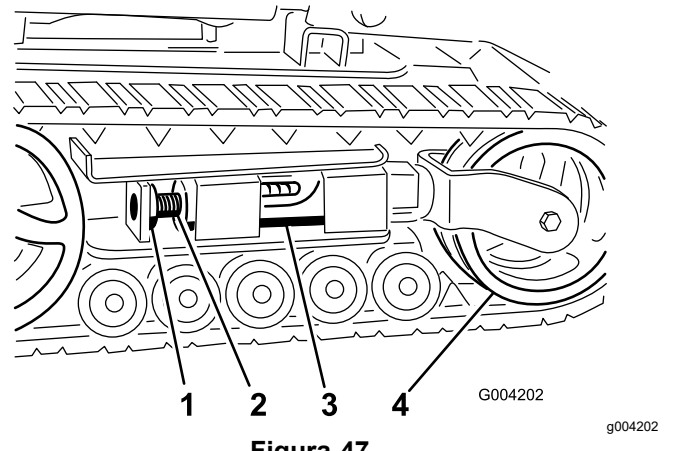
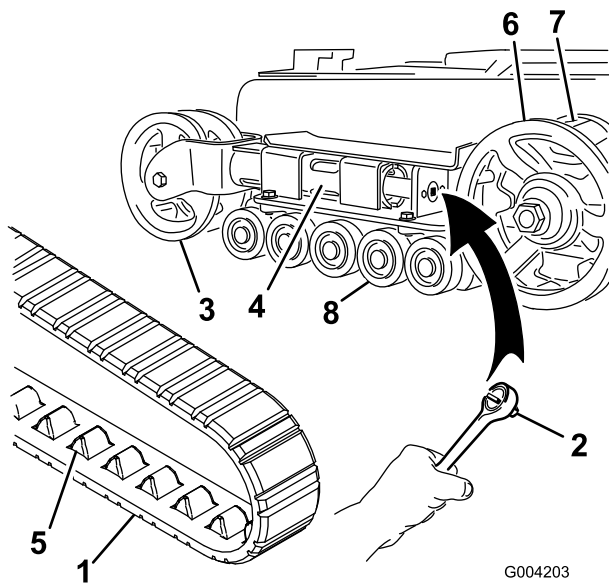
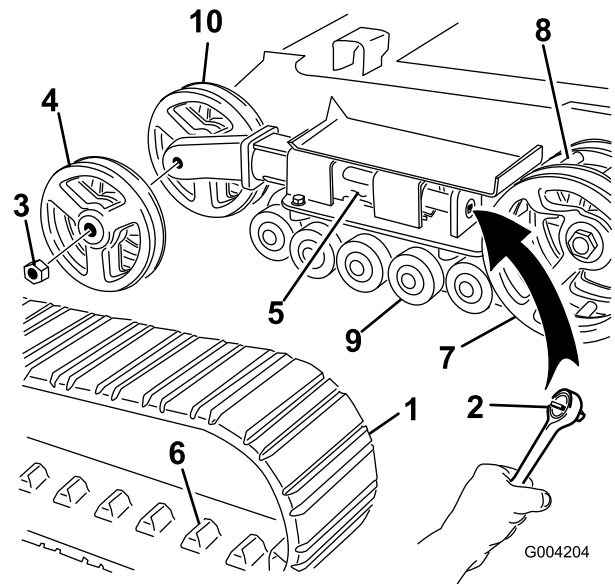

Figura 47
Figura 48
Figura 49
4. Retire el perno de bloqueo y la tuerca (Figura 47).
6. Alinee la muesca más próxima del tornillo tensor con el taladro del perno de bloqueo, y fije el tornillo con el perno de bloqueo y la tuerca (Figura 47).
Nota: Tiene orugas estrechas si las ruedas de tensión delanteras están montadas dentro de una horquilla en el extremo del tubo de tensión (Figura 48).
5. Usando una llave de carraca de ½", alivie la tensión en la oruga girando el tornillo tensor en sentido horario (Figura 47 y Figura 48).
- Empuje la rueda tensora hacia la parte de atrás de la unidad de tracción para mover el tubo tensor contra el bastidor (Figura 48).
- Cuando haya retirado la oruga de la rueda tensora, retírela del piñón de arrastre y de las ruedas de rodaje (Figura 48).
- Empezando en la rueda motriz, pase la oruga nueva alrededor de dicha rueda, asegurándose de que los salientes de la oruga encajen entre los dientes del piñón (Figura 48).
- Empuje la oruga por debajo de y entre las ruedas de rodaje (Figura 48).
Nota: Tiene orugas estrechas si las ruedas de tensión delanteras están montadas en los laterales del extremo del tubo de tensión (Figura 49).
- Retire el perno de bloqueo y la tuerca (Figura 47).
- Usando una llave de carraca de 1/2", alivie la tensión en la oruga girando el tornillo tensor en sentido horario (Figura 47 y Figura 49).
- Empuje la rueda tensora hacia la parte de atrás de la unidad de tracción para mover el tubo tensor contra el bastidor (Figura 49).
7. Retire la tuerca que fija la rueda tensora exterior y retire la rueda (Figura 49).
8. Retire la oruga (Figura 49).
9. Retire la tuerca que fija la rueda tensora interior y retire la rueda (Figura 49).
13. Instale la rueda tensora interior y fíjela con la tuerca que retiró anteriormente (Figura 49).
15. Instale la oruga nueva, asegurándose de que los salientes de la oruga encajen entre los dientes del centro la rueda motriz (Figura 49).
16. Instale la rueda tensora exterior y fíjela con la tuerca que retiró anteriormente (Figura 49).
6. Coloque el tapón engrasado sobre la cabeza del perno (Figura 48).
7. Sujete el tapón de la rueda de rodaje con la anilla a presión (Figura 48).